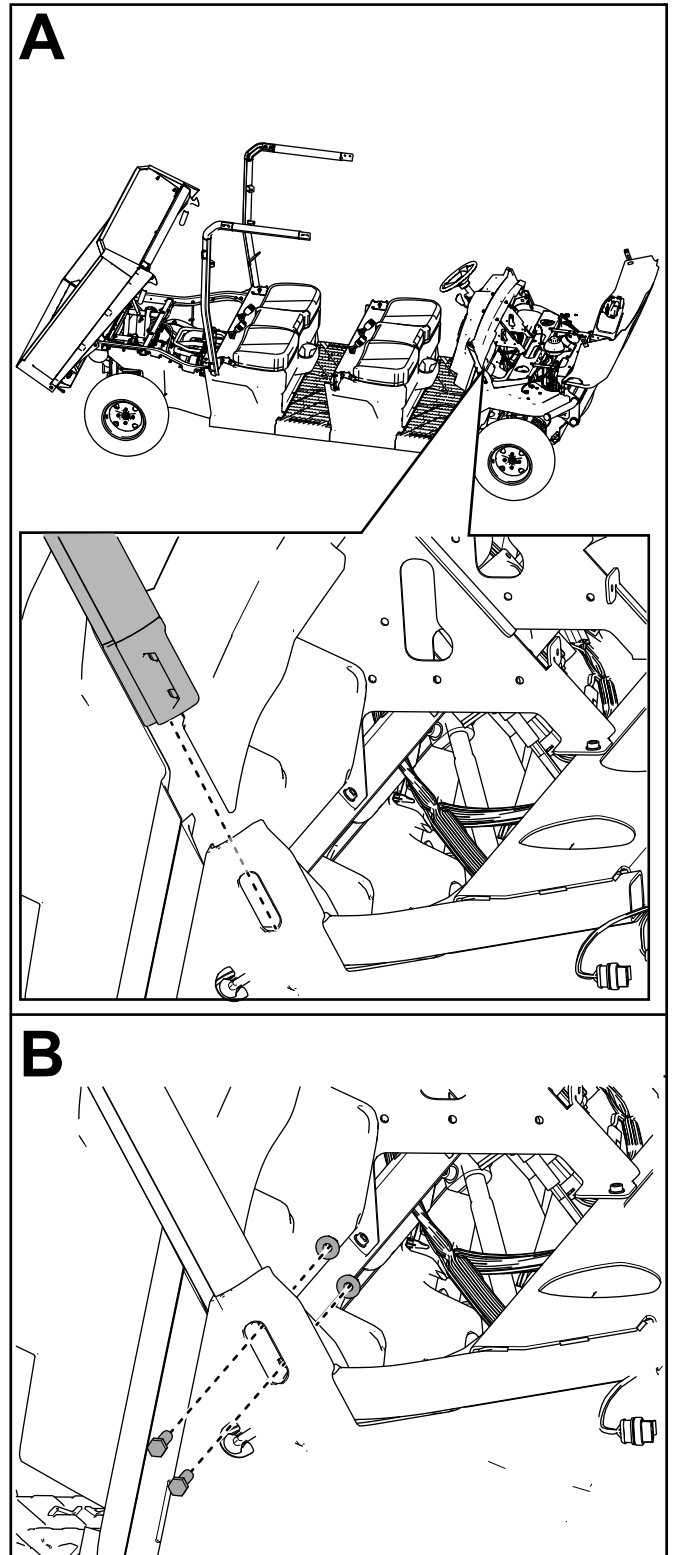

Bild 38
10. Befestigen Sie die rechte, vordere Überrollbügelbaugruppe mit zwei Sechskantschrauben ($\frac{3}{8}$ " x $1\frac{1}{4}$ "") und zwei Sicherungsmuttern ($\frac{3}{8}$ "") lose an der rechten Überrollbügelhalterung, wie in Bild 38 dargestellt.